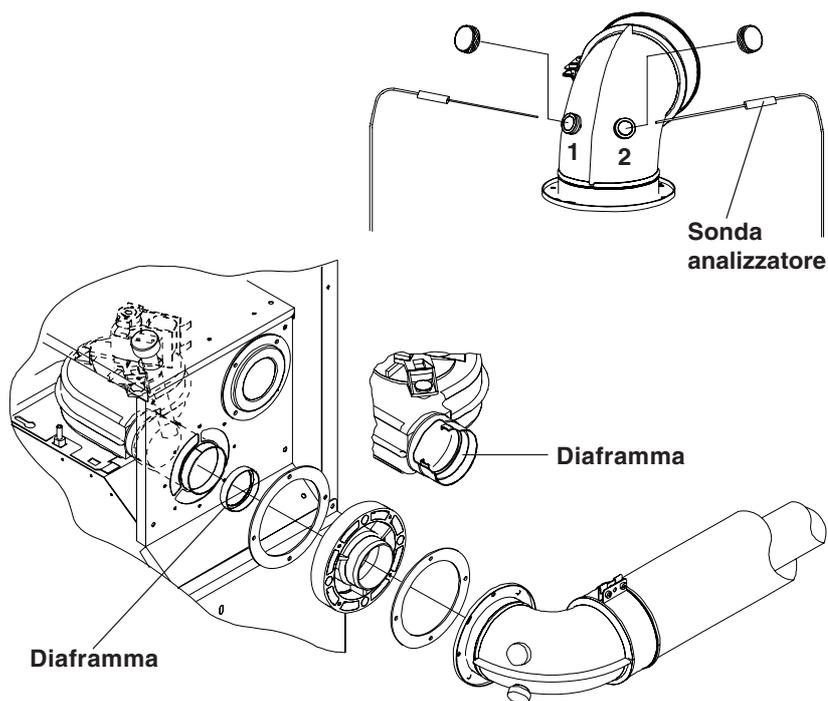

fig. 7
Per installazioni con tubo coassiale di lunghezza inferiore a 1 metro, è necessario inserire un diaframma, fornito assieme alla caldaia, all'interno del condotto uscita fumi del ventilatore (vedi fig. 7).
- misura dell'aria comburente prelevata nell'apposito foro 2 (vedi fig. 7).
- misura della temperatura fumi prelevata nell'apposito foro 1 (vedi fig. 7).